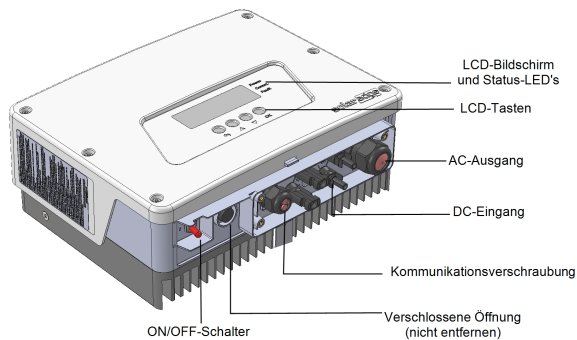

Abbildung 3: Wechselrichterschnittstellen
4. Öffnen Sie die AC-Kabelverschraubung und führen Sie das Kabel durch die Verschraubung ein (siehe *Abbildung 3*).